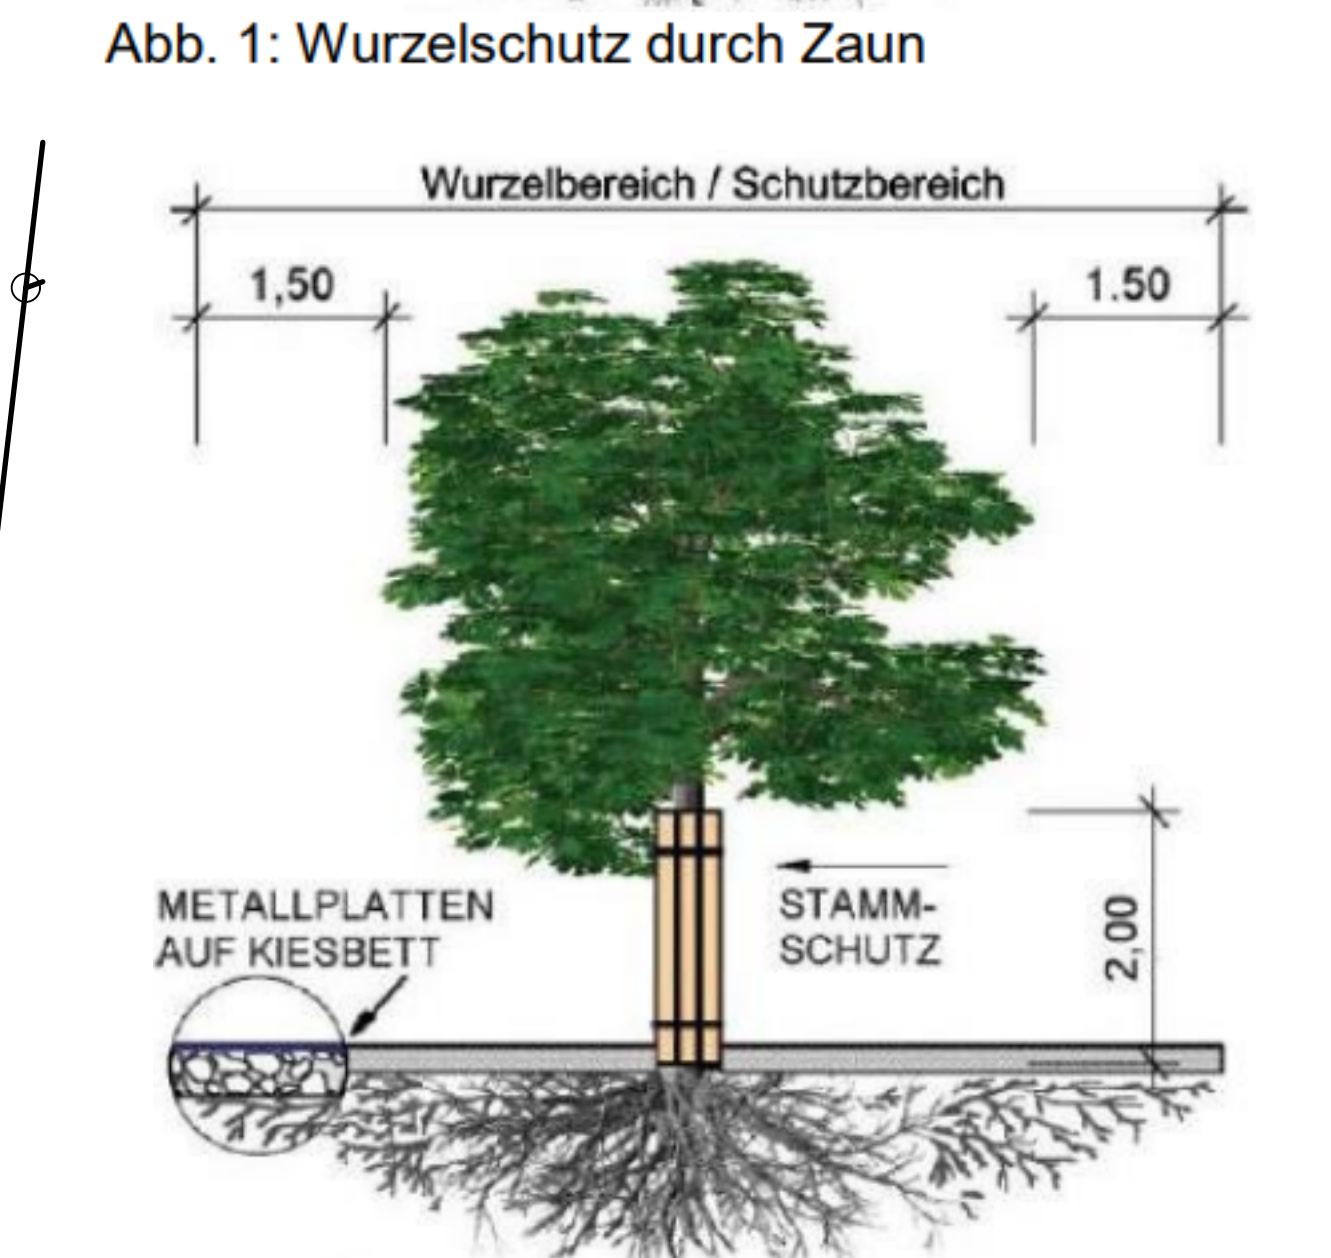

Abb. 1: Wurzelschutz durch Zaun
- Umgrenzung mit einem min. 1,80 m hohen ortsfesten Zaun. Dieser ist in einem Abstand von 1,50 m zur Kronentraufe anzulegen (s. Abbildung 1).